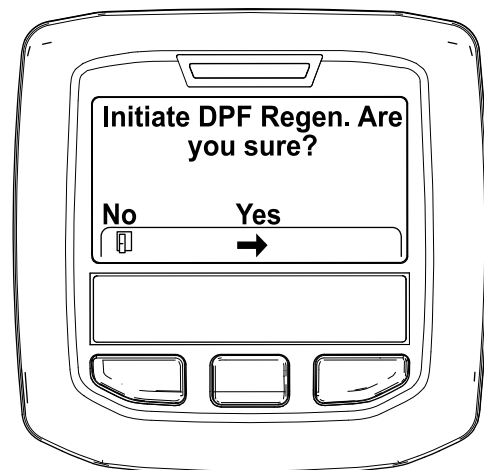

Figure 39
4. Quand le message « Initiate DPF Regen. Are you sure? » (lancer régénération FAP. Êtes-vous sûr(e) ?) s'affiche, appuyez sur le bouton central (Figure 39).